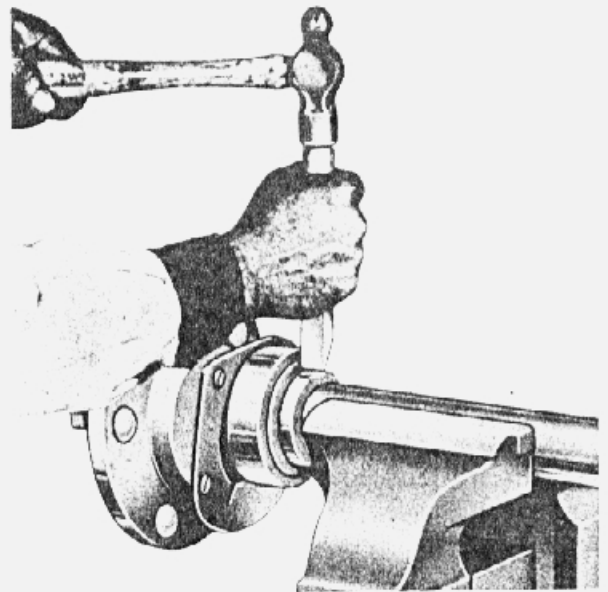

fig. 3 — remoção do anel de retenção do rolamento
4. Fixar a semi-árvore em uma morsa e praticar diversos cortes com uma talhadeira bem afiada na periferia do anel de retenção do rolamento como mostra a fig. 3. Os cortes dilatam o anel que é então removido com facilidade ficando porém, inutilizado.